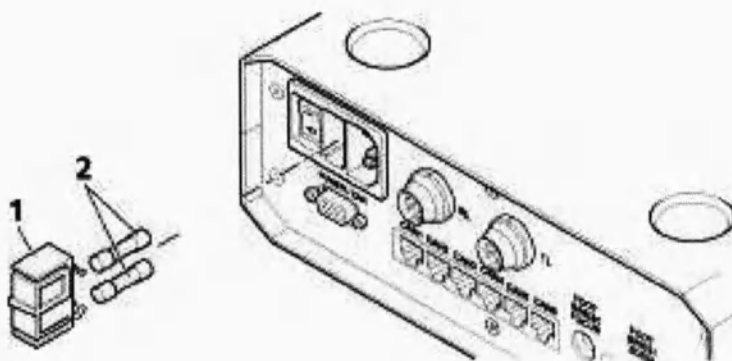

Рис. 41 Замена предохранителя в EMS-2
- Выньте держатель вставки (рис. 41/1) на задней стенке EMS-2. Для этого надавите на защелкивающийся механизм внизу и вверху держателя вставки.
- Замените дефектный предохранитель (рис. 41/2) (тип предохранителя: T 2,5 A/E, 250 V, 5x20 мм).